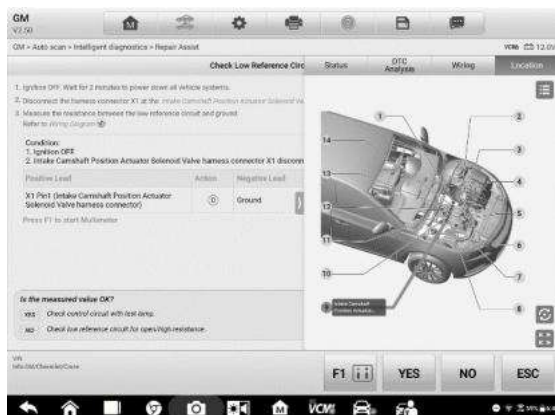

Figure 5-24 Exemple d'écran d'aide à la réparation 5
5. Dans certains cas, il est nécessaire de vérifier les circuits. Prenez l'exemple de la **Figure 5-24**, appuyez sur la première icône Lien pour ouvrir le Diagramme de localisation, qui indique l'emplacement du composant Actionneur de position de l'arbre à cames d'admission - électrovanne dans le véhicule.